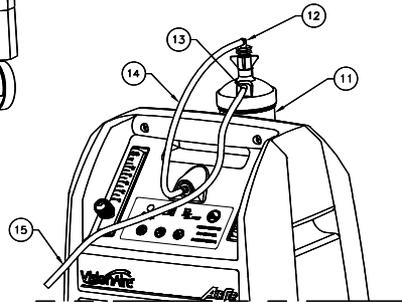

Fig. I.3
I. 3. Installazione dell'umidificatore (opzionale) (Fig. I. 3).....	2-IT
I. 3. Installazione dell'umidificatore (opzionale) (Fig. I. 3)